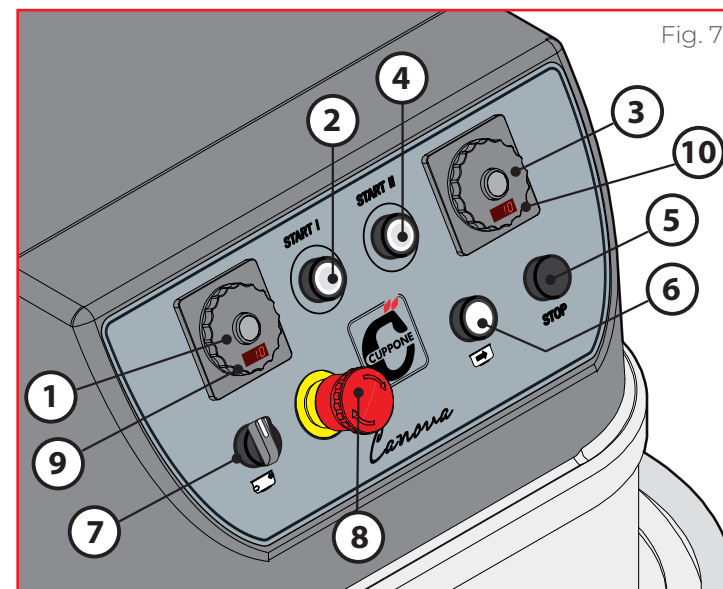

Fig. 7
► Fig. 7 Le pétrissage peut être démarré de l'une des manières suivantes :